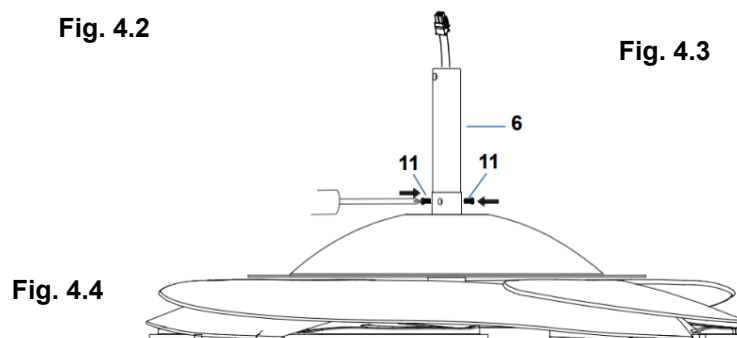

Fig. 4.4
5. Fixez la tige descendante (6) en serrant les vis de réglage (11). (Fig. 4.4)